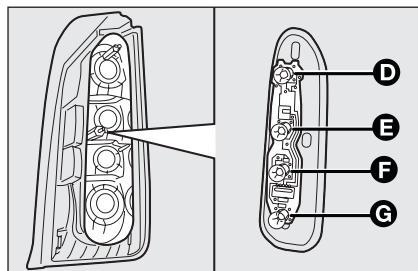

fig. 29
- ☐ enlever les ampoules **D - E - F - G-fig. 29** en les poussant légèrement et en les tournant dans le sens inverse des aiguilles;